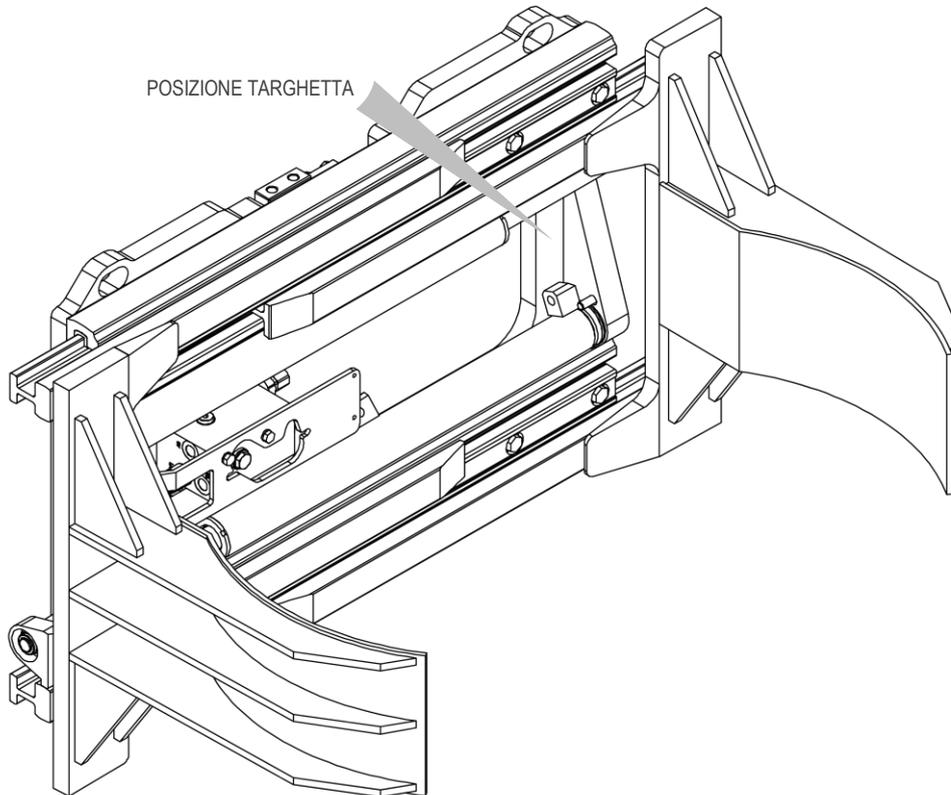

Figura 1
Tutte le attrezzature A.T.I.B. – “PINZA PER UNO O DUE FUSTI TIPO 474.160 | PINZA PER DUE O QUATTRO FUSTI TIPO 474.190 | PINZA PER UN FUSTO ROTANTE 180°” vengono identificate mediante targhetta adesiva (vedi *Tabella 1*) posizionata sull’attrezzatura (vedi *Figura 1*), fare sempre riferimento al numero di matricola.
5. Per la movimentazione devono essere utilizzate cinghie e/o catene opportunamente dimensionate rispetto al peso dell'attrezzatura indicato in targhetta (vedi *Figura 1* e *Tabella 1* a pag.7).
9. Collegare il circuito idraulico, assicurandosi che la pressione di esercizio delle tubazioni sia superiore o uguale a quella indicata sulla targhetta di identificazione (vedi *Figura 1* e la *Tabella 1* a pag.7).
6. Per la movimentazione devono essere utilizzate cinghie e/o catene opportunamente dimensionate rispetto al peso dell'attrezzatura indicato in targhetta (vedi *Figura 1* e la *Tabella 1* a pag.7).